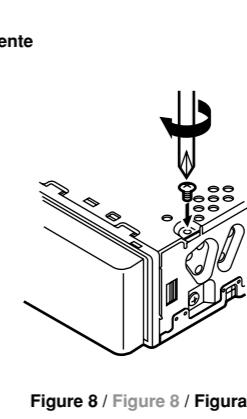

Figure 8 / Figure 8 / Figura 8
- Install the remove screw to the source unit (Figure 8).
- Fixer la vis ainsi retirée sur le module source (Figure 8).